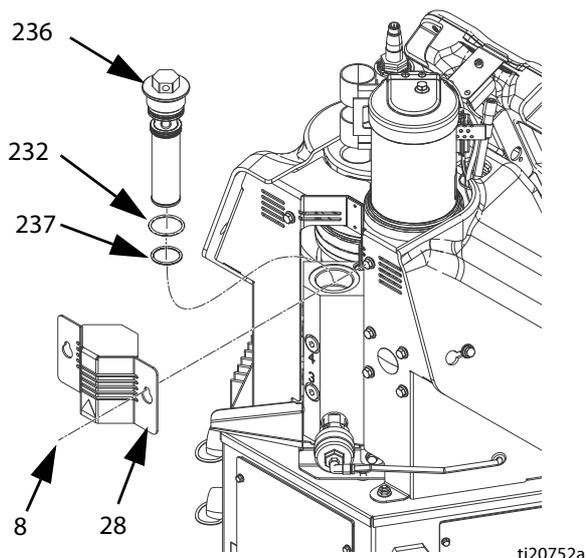

Рис. 18
4. Ослабьте два винта (8) и сдвиньте вверх маленький металлический кожух (28) на задней стороне системы, чтобы снять его. См. Рис. 18.
5. С помощью торцевого ключа диаметром 25,4 мм (1 дюйм) выкрутите выпускной фильтр (236).
6. Вставьте универсальный гаечный ключ в крышку выпускного фильтра и извлеките выпускной фильтр (236) из системы.
8. Разместите уплотнительные кольца (232, 237), входящие в комплектацию нового выпускного фильтра, на новом выпускном фильтре (236).
10. Установите маленький металлический кожух (28) поверх выпускного фильтра и затяните два винта (8).